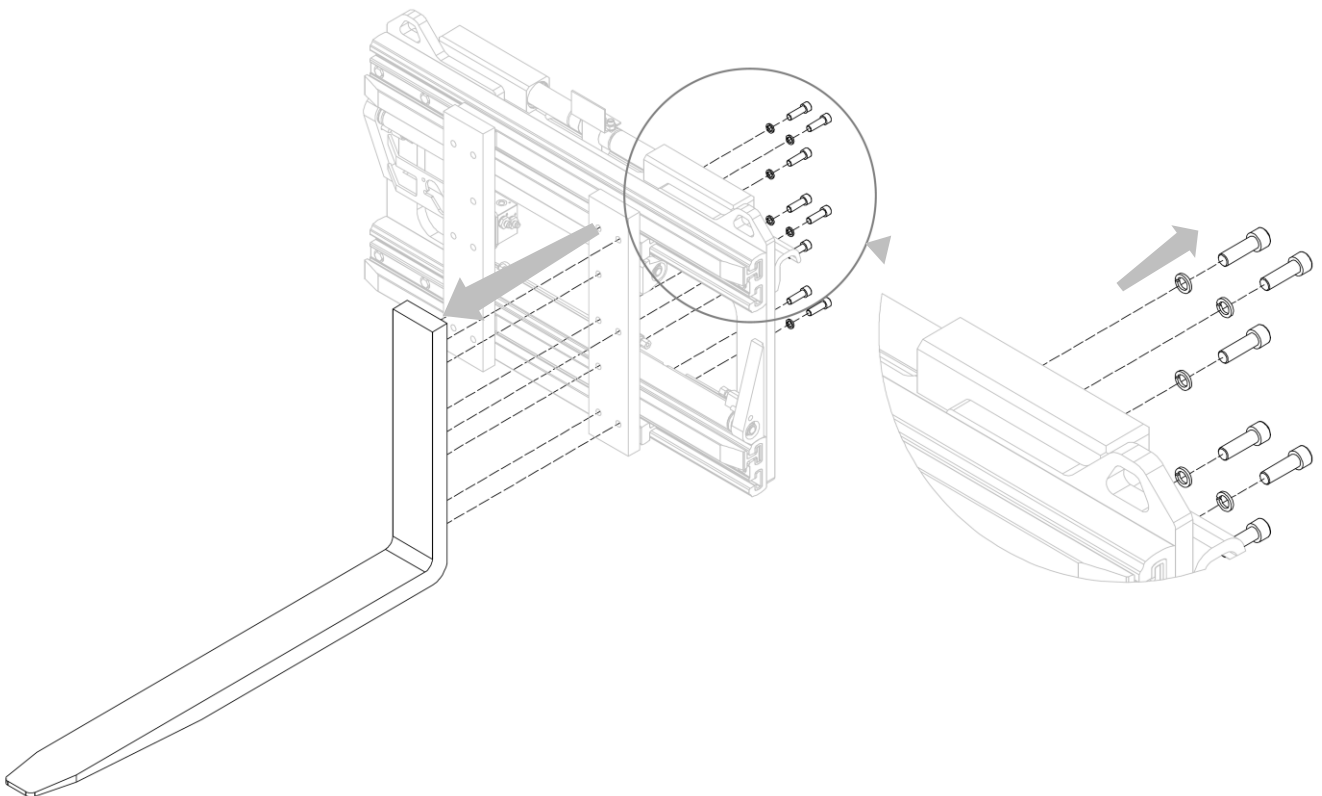

Figura 21
2. Rimuovere le forche dopo aver svitato le relative viti che le sorreggono (vedi *Figura 21*)